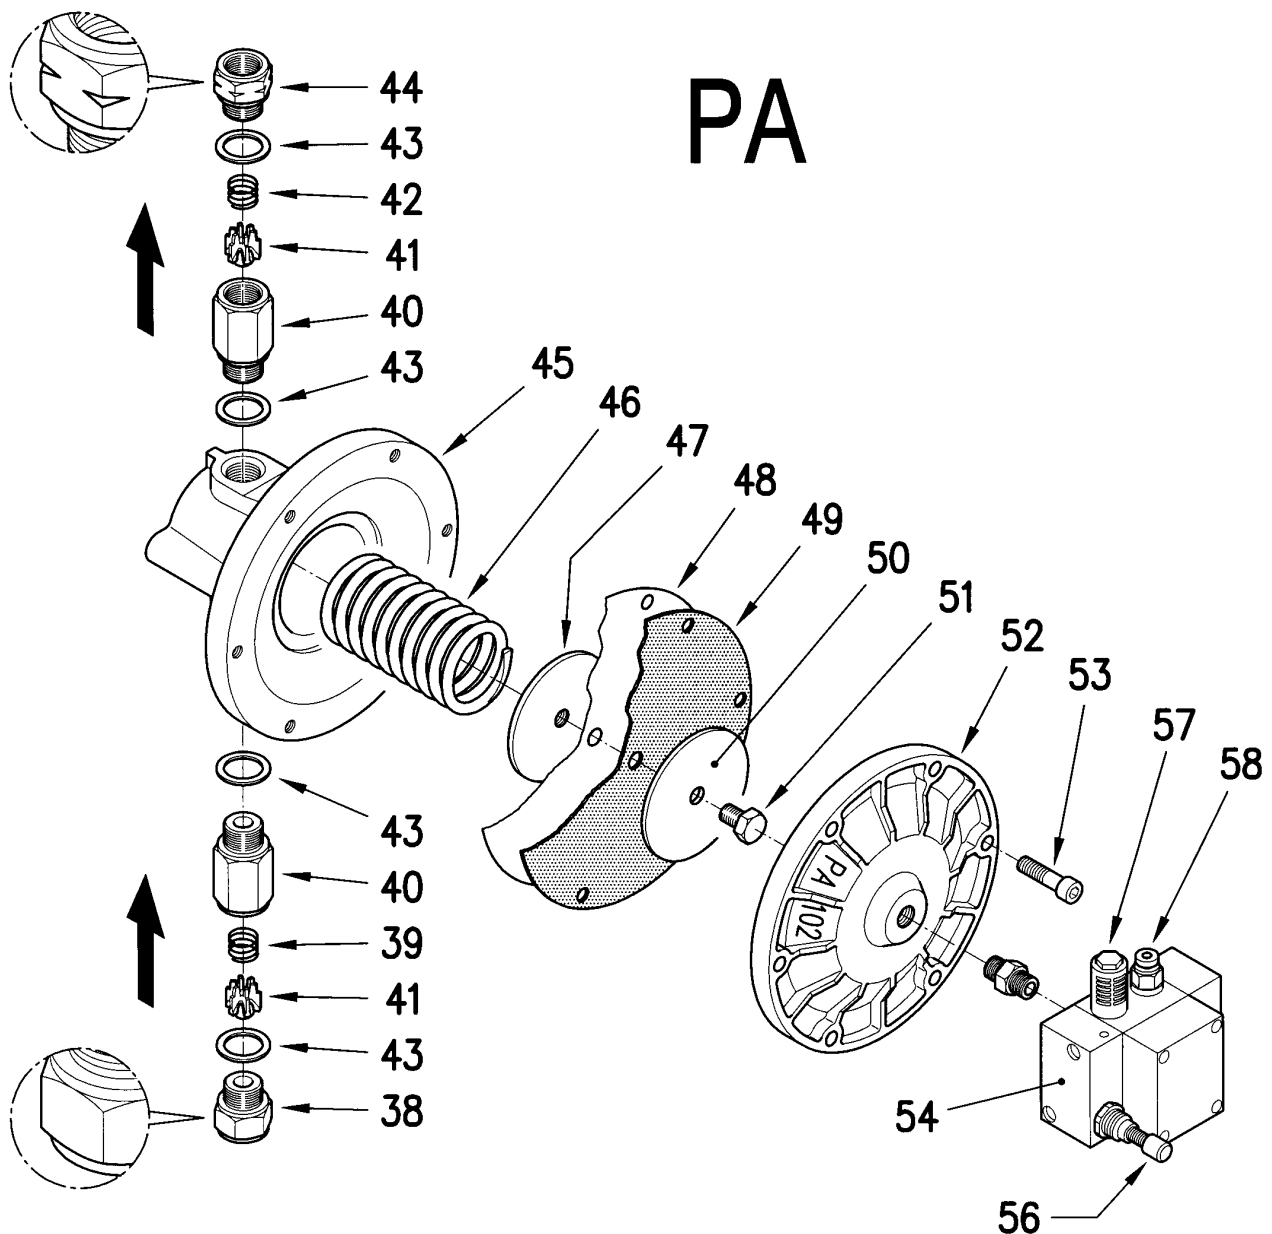

Figure 4
- Démontez et nettoyez à l'air comprimé l'intérieur du silencieux (pos. 57P - fig. 4) de la pompe, ou le remplacez.